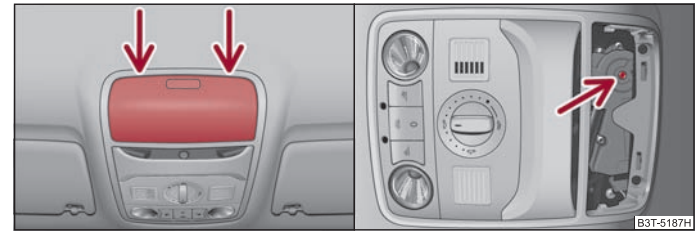

Fig. 43 Imagine din plafon:
Când instalația este defectă, puteți închide sau deschide trapa glisantă/ rabatabilă, cu mâna. Acționarea de urgență a plafonului se află, în funcție de echiparea autovehiculului, sub capacul mecanismului electric, sau sub compartimentul pentru ochelari ⇒ fig. 43 - stânga.
- Introduceți o șurubelniță de cca. 5 mm lățime în fantă, cu atenție, în locul marcat cu săgeți ⇒ fig. 43 - stânga.
- Introduceți o cheie hexagonală nr. 4, până la limită, în orificiul indicat de săgeata ⇒ pagina 55, fig. 43 - dreapta, și închideți sau deschideți trapa.